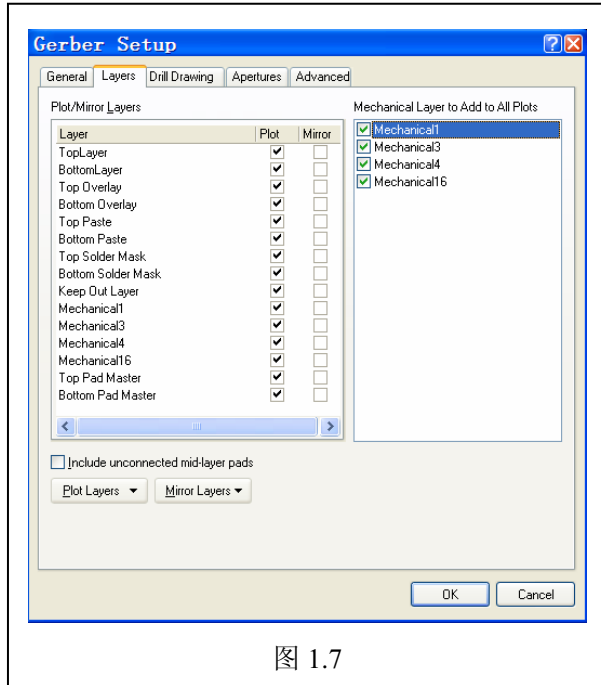

图 1.7
1.6.1 使用菜单 “File\Fabrication outputs\ gerber files”, 打开 gerber 设定界面. 图 1.7